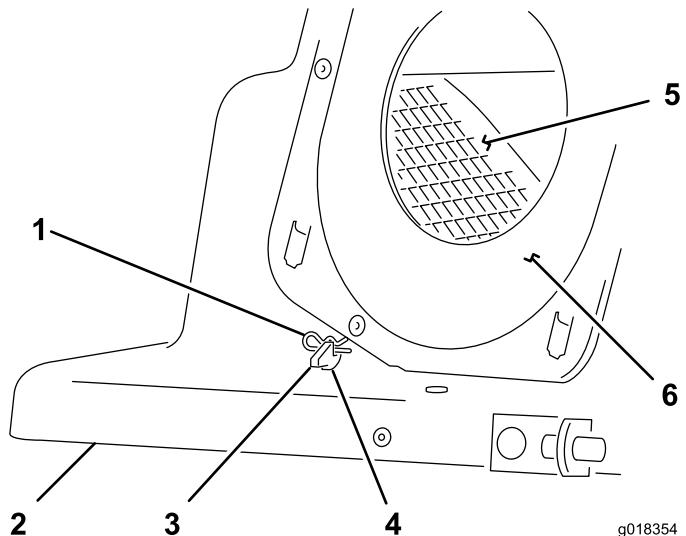

Figure 9
6. Fixez le déflecteur sur le capot en insérant les goupilles fendues dans les trous des pattes de montage du déflecteur, comme montré à la Figure 9.